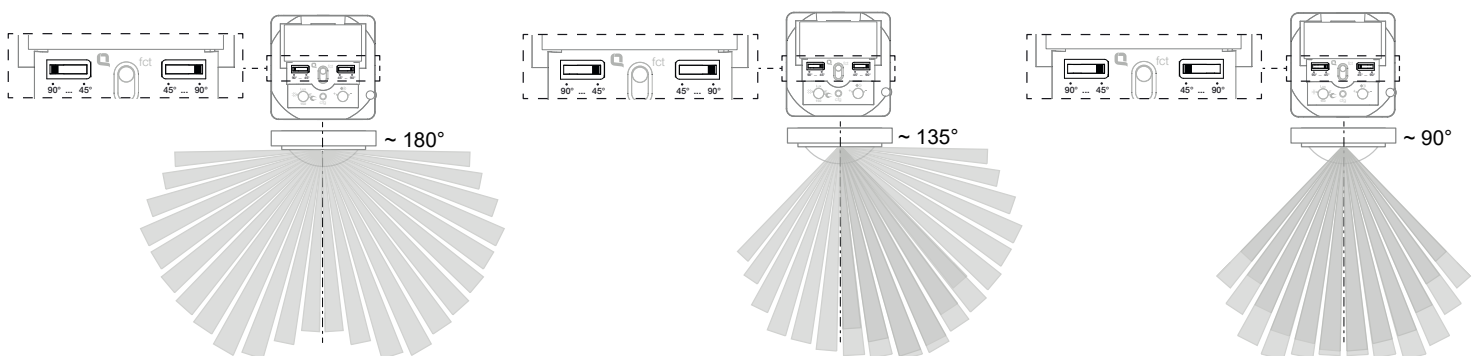
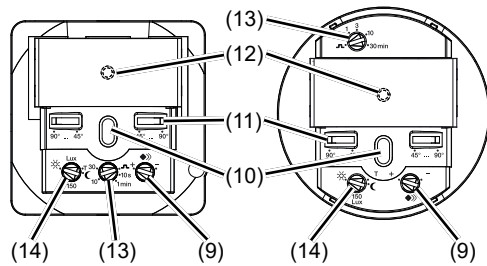

Figura 8: Ajuste del ángulo de detección
Figura 5: Elementos de mando y de ajuste de la parte inferior del adaptador
- Establecer la protección contra desmontaje con el tornillo (5) si está disponible.
- Tras la puesta en marcha, encajar el embellecedor (4) en el adaptador (3).
- i** Si la puesta en marcha se efectúa mediante un control remoto IR, ajustar el potenciómetro de luminosidad de reacción (figura 5, 14) en la posición T y, a continuación, encajar el embellecedor.
Por la parte derecha y la parte izquierda de cada ajustador (figura 5, 11), el ángulo de detección se puede limitar entre 45° .. 90°. De este modo, el ángulo de detección puede situarse entre 90° y 180° (figura 8).
- Ajustar el modo prueba. Para ello, colocar el potenciómetro de luminosidad de reacción (figura 5, 14) en posición T.
- Ajustar el potenciómetro para el tiempo de retardo a la desconexión (figura 5, 13) en la posición deseada.
- Ajustar el potenciómetro para el tiempo de retardo a la desconexión (figura 5, 13) en la posición
- Girar el potenciómetro de sensibilidad (figura 5, 9) hasta la posición deseada.
- Ajustar el potenciómetro de luminosidad de reacción (figura 5, 14) en la posición T. A partir de este momento, el manejo y los ajustes se tienen que efectuar con el control remoto IR. Los ajustes del potenciómetro en el dispositivo ya no se tienen en cuenta.